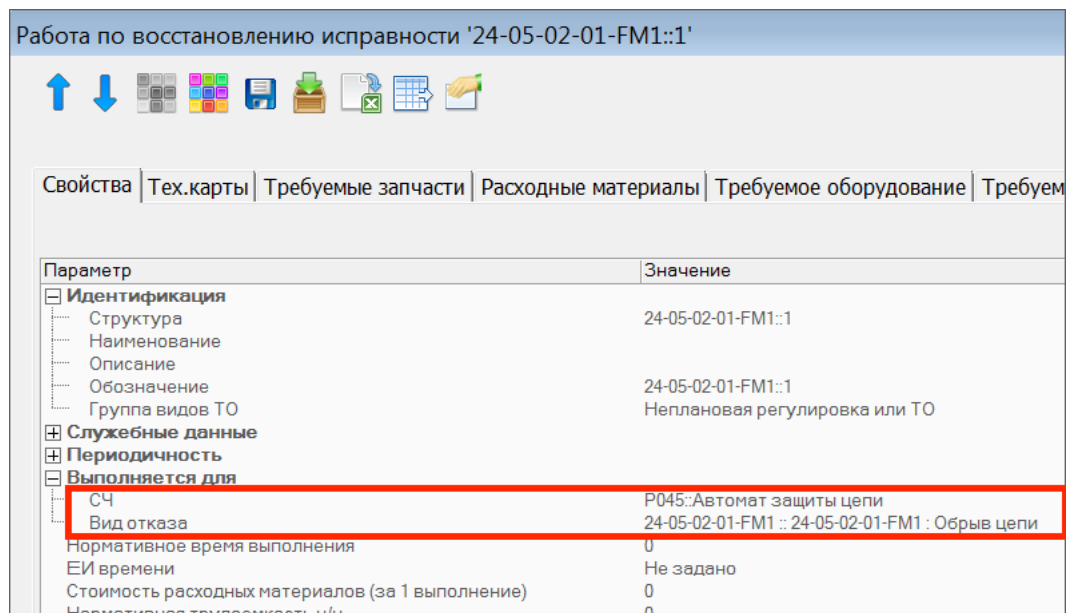

Рис. 10-366 – Окно свойств работы по восстановлению
Для просмотра данных по выполняемым работам следует выбрать вид отказа в окне «АДО» (1 на рис. 10-366) и нажать кнопку «Работы по восстановлению исправности» панели «Связанные объекты для дерева отказов» (2). Список выполняемых работ будет выведен в связанном окне «Работы по восстановлению исправности для дерева отказов» (3).